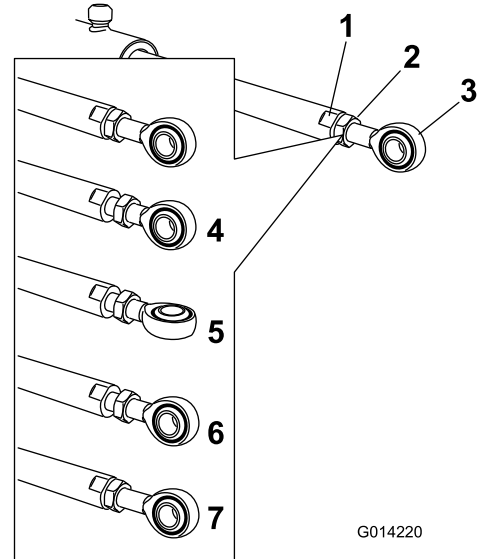

Figure 64
de blocage pour pouvoir ajuster la tige à œillet (**Figure 64**).
- Tournez la tige à œillet dans la tige du vérin pour raccourcir ou allonger le vérin déployé à la position voulue (**Figure 64**).